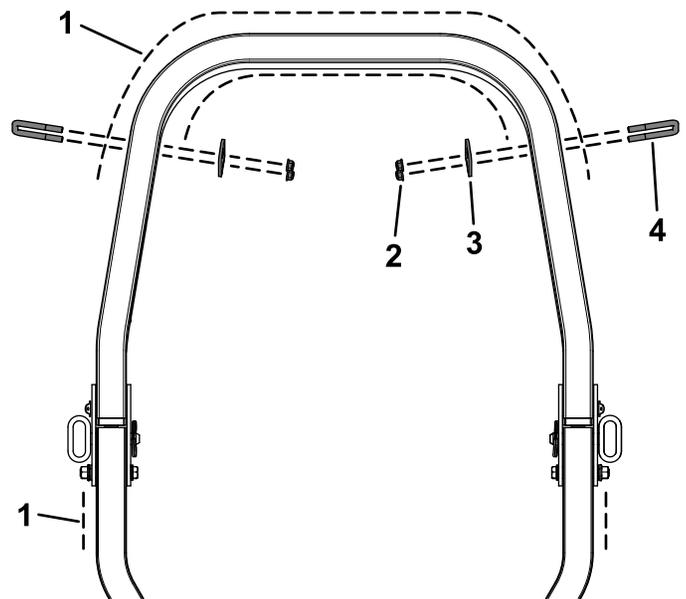

Figura 7
2. Sujete las 2 placas de montaje de las luces a la barra antivuelco con 2 abrazaderas y 2 contratuercas (3/8") en la posición deseada (Figura 7).